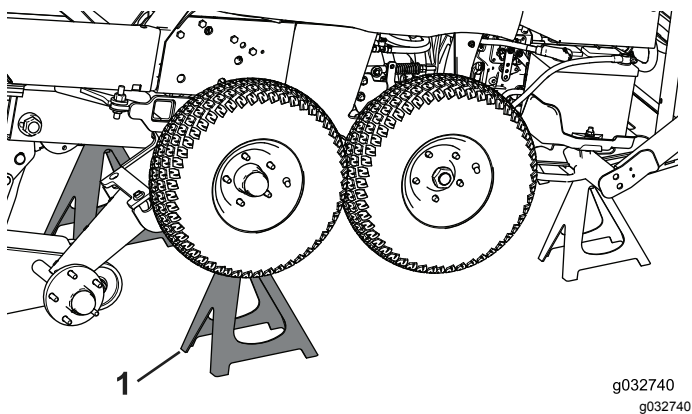

図 89
5. 冬用フレームをジャッキアップしたら、ジャッキスタンドで支える 図 89。
6. 前輪を取り外す 図 89。